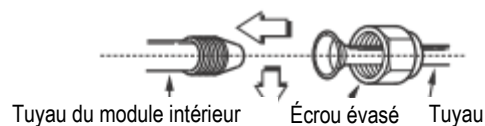

Fig. 20
- Serrez les écrous avec les doigts, puis utilisez une tricoise et une clé dynamométrique pour serrer l'écrou, comme l'indiquent les figures 20 et 21.